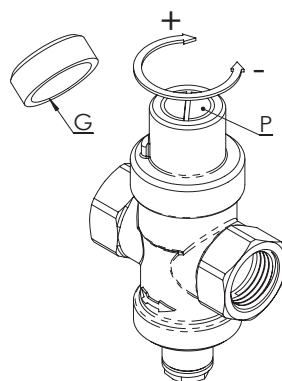

FIG. 3A
Réglage Art. T15B : pour modifier la pression à la sortie, il suffit de dévisser et d'enlever le bouchon en plastique noir ; à l'aide d'un tournevis, agir ensuite sur le presse-ressort en laiton comme illustré dans la Fig. 3A ; pour augmenter la pression à la sortie, tourner en sens horaire, pour réduire la pression à la sortie, tourner en sens antihoraire. Pour que le réglage de la pression soit correct, il doit être exécuté quand l'installation en aval est fermée
- Regulierung Art. T15B: Um den Ausgangsdruck zu ändern, den Stopfen aus schwarzem Kunststoff abschrauben und entfernen. Anschließend mit einem Schraubenzieher wie in Abb. 3A gezeigt am Messing-Federdrücker vorgehen: dreht man ihn im Uhrzeigersinn, wird der Ausgangsdruck erhöht, dreht man ihn gegen den Uhrzeigersinn, wird er verringert. Für eine korrekte Einstellung des Druckwertes muss die Anlage nach dem Druckminderer geschlossen werden.